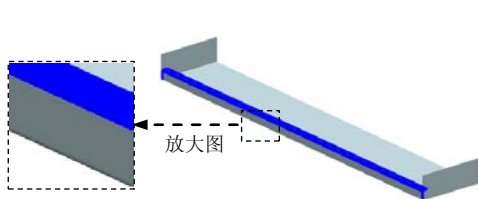
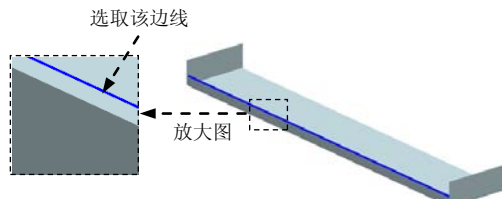

图 8.13.110 弯边特征 2
图 8.13.111 定义线性边
Step7. 创建图 8.13.110 所示的弯边特征 2。
(1) 选择命令。单击“主页”功能选项卡“钣金”工具栏中的“弯边”按钮 。
(2) 定义附着边。选取图 8.13.111 所示的模型边线为附着边。
(3) 定义弯边类型。在 **距离** 文本框中输入值 12，在 **角度** 文本框中输入值 90，单击“外部尺寸标注”按钮  和“材料内侧”按钮 ；调整弯边侧方向如图 8.13.110 所示。
(4) 单击  按钮，完成特征的创建。